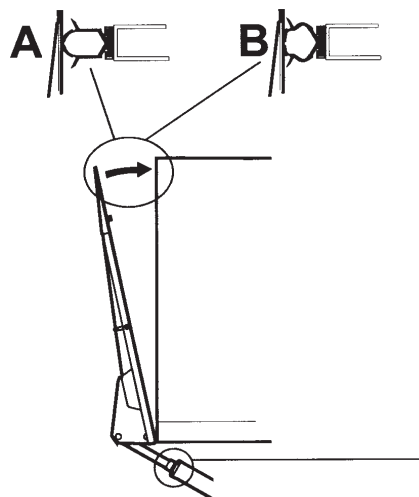

Bild 26. Justering av anliggning mot påbyggnad
1. Stäng bryggan mot skåp, se Bild 26.